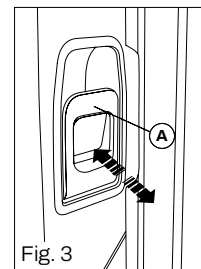

Fig. 3
- Levante el botón **A** para desbloquear la cerradura y tire de la palanca **B** (Fig. 3)
- Para cerrar la puerta desde el interior presione el botón **A**. (Fig. 3)